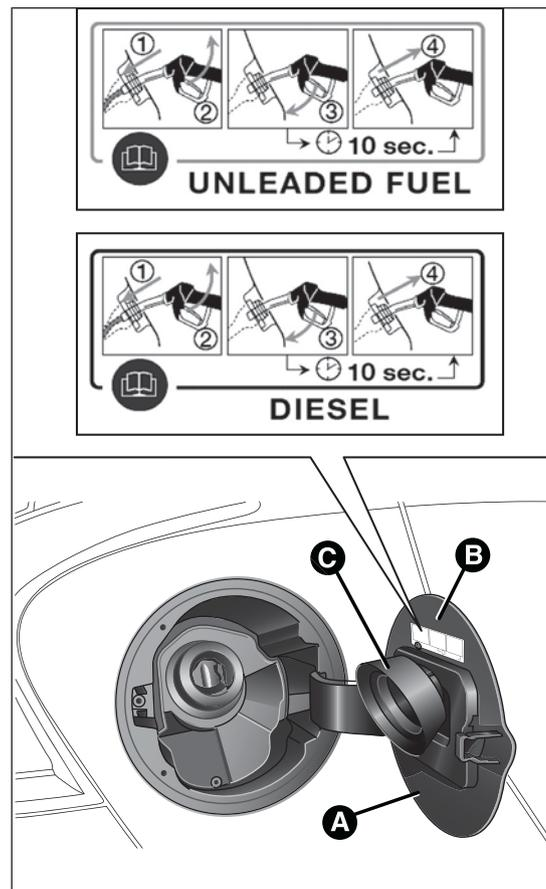

fig. 88
La procedura di rifornimento di seguito descritta è illustrata sulla targhetta B fig. 88 ubicata all'interno dello sportello combustibile. Sulla targhetta è inoltre riportato il tipo di combustibile (UNLEADED FUEL=benzina, DIESEL=gasolio).
- aprire lo sportello A fig. 88 tirandolo verso l'esterno;
Lo sportello A fig. 88 è provvisto di una cuffia parapolvere C che, a sportello chiuso, impedisce il deposito di impurità e polvere all'estremità del bocchettone.